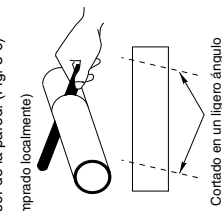

Fig. 3-6
- (5) Mida el grosor de la pared desde el borde interior al borde exterior y corte el tubo PVC con un ligero ángulo 6 mm más corto que el grosor de la pared. (Fig. 3-6)